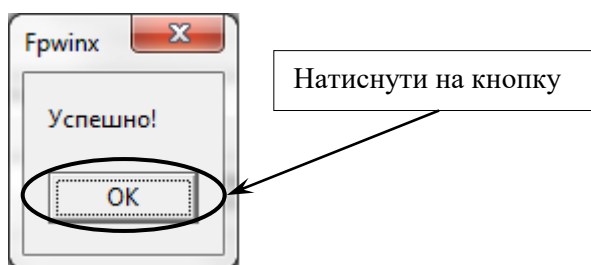

Рисунок 21
– з'явиться повідомлення «Успешно!». Натиснути кнопку «ОК» (рисунок 21);